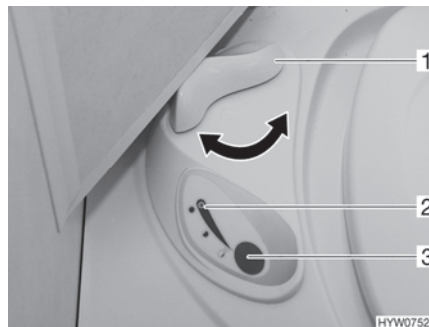

Bild 209 Kontrollenhet Thetford-toalett
- Öppna spjället på Thetford-toaletten före spolning. Därtill vrids spjällspaken (Bild 209,1) moturs.
- För att spola, tryck på den blå spolknappen (Bild 209,3).
- Efter spolning stängs spjället. Därtill vrids spjällspaken (Bild 209,1) medurs.
Kontrolllampan (Bild 209,2) lyser när Thetford-kassetten måste tömmas.